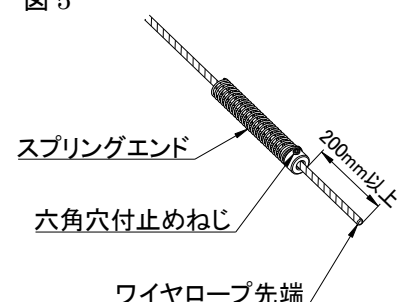

図 6
- 2) ワイヤロープの先端から 200mm 以上離してスプリングエンドを六角穴付止めねじで締め付けて固定する。(図 6)